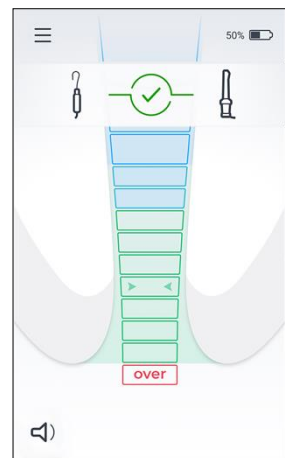

Рис. 4
3. На экране должен появиться значок «Проверка кабельного подключения»  — см. рис. 4.